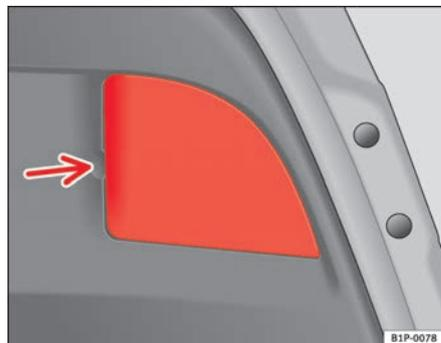

Fig. 171 Feux sur le hayon
- Retirez le cache en tirant dessus. Voir la flèche ⇒ fig. 171.